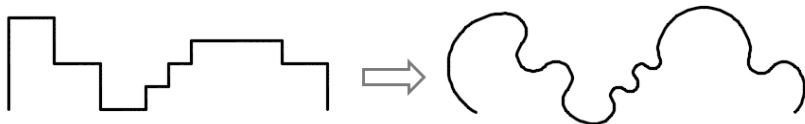

图 3-61 将二维多段线转换为圆弧拟合多段线
- 输入“F”并按〈Enter〉键，即选择“拟合(F)”选项，将创建圆弧拟合多段线，即由连续每对顶点的圆弧组成的平滑曲线，如图 3-61 所示。新曲线经过源多段线的所有顶点并使用任何指定的切线方向。